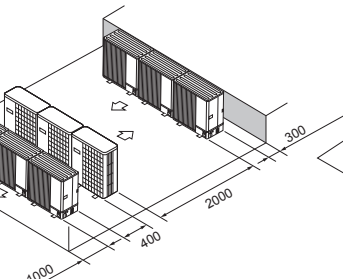

Fig. 2-20
- (6) Disposizione di diverse unità parallele (Fig. 2-20)